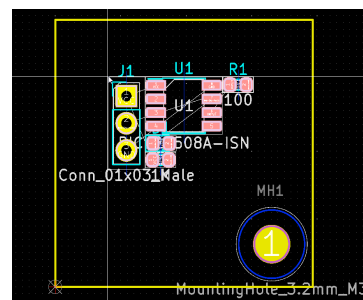

図9-13
⑤ [閉じる] をクリックします。
⑥ フットプリントの塊りが現れます。基板外形枠内に配置します。図9-13フットプリントの塊りが現れます。
- ⑧ ショートカット CTRL+B (塗りつぶしの削除) を入力してベタ領域の外形だけにします。 図9-13-(b)塗りつぶしの再生成はショートカットBで行います。
- ⑨ F.Cuレイヤーのチェックを外して非表示にします。
- ⑩ ③～⑦と同様にB.Cuレイヤーにもベタグラウンド領域を描きます。